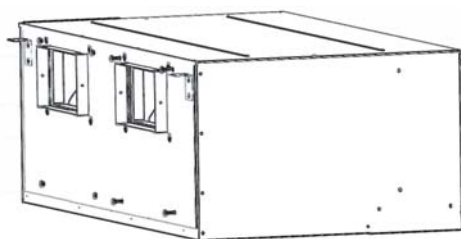

Рис. 10.10
- 4) Один человек поддерживает узел двигателя вентилятора за нижнюю часть, второй при этом устанавливает винты М8 и закрепляет узел на передней панели. (Рис. 10.10)